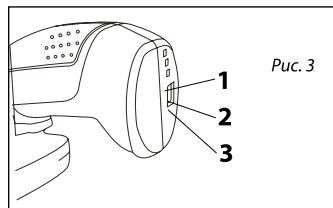

Рис. 3
2. Индикатор состояния заряда аккумулятора (2) отображает продвижение процедуры зарядки. (Рис. 3)